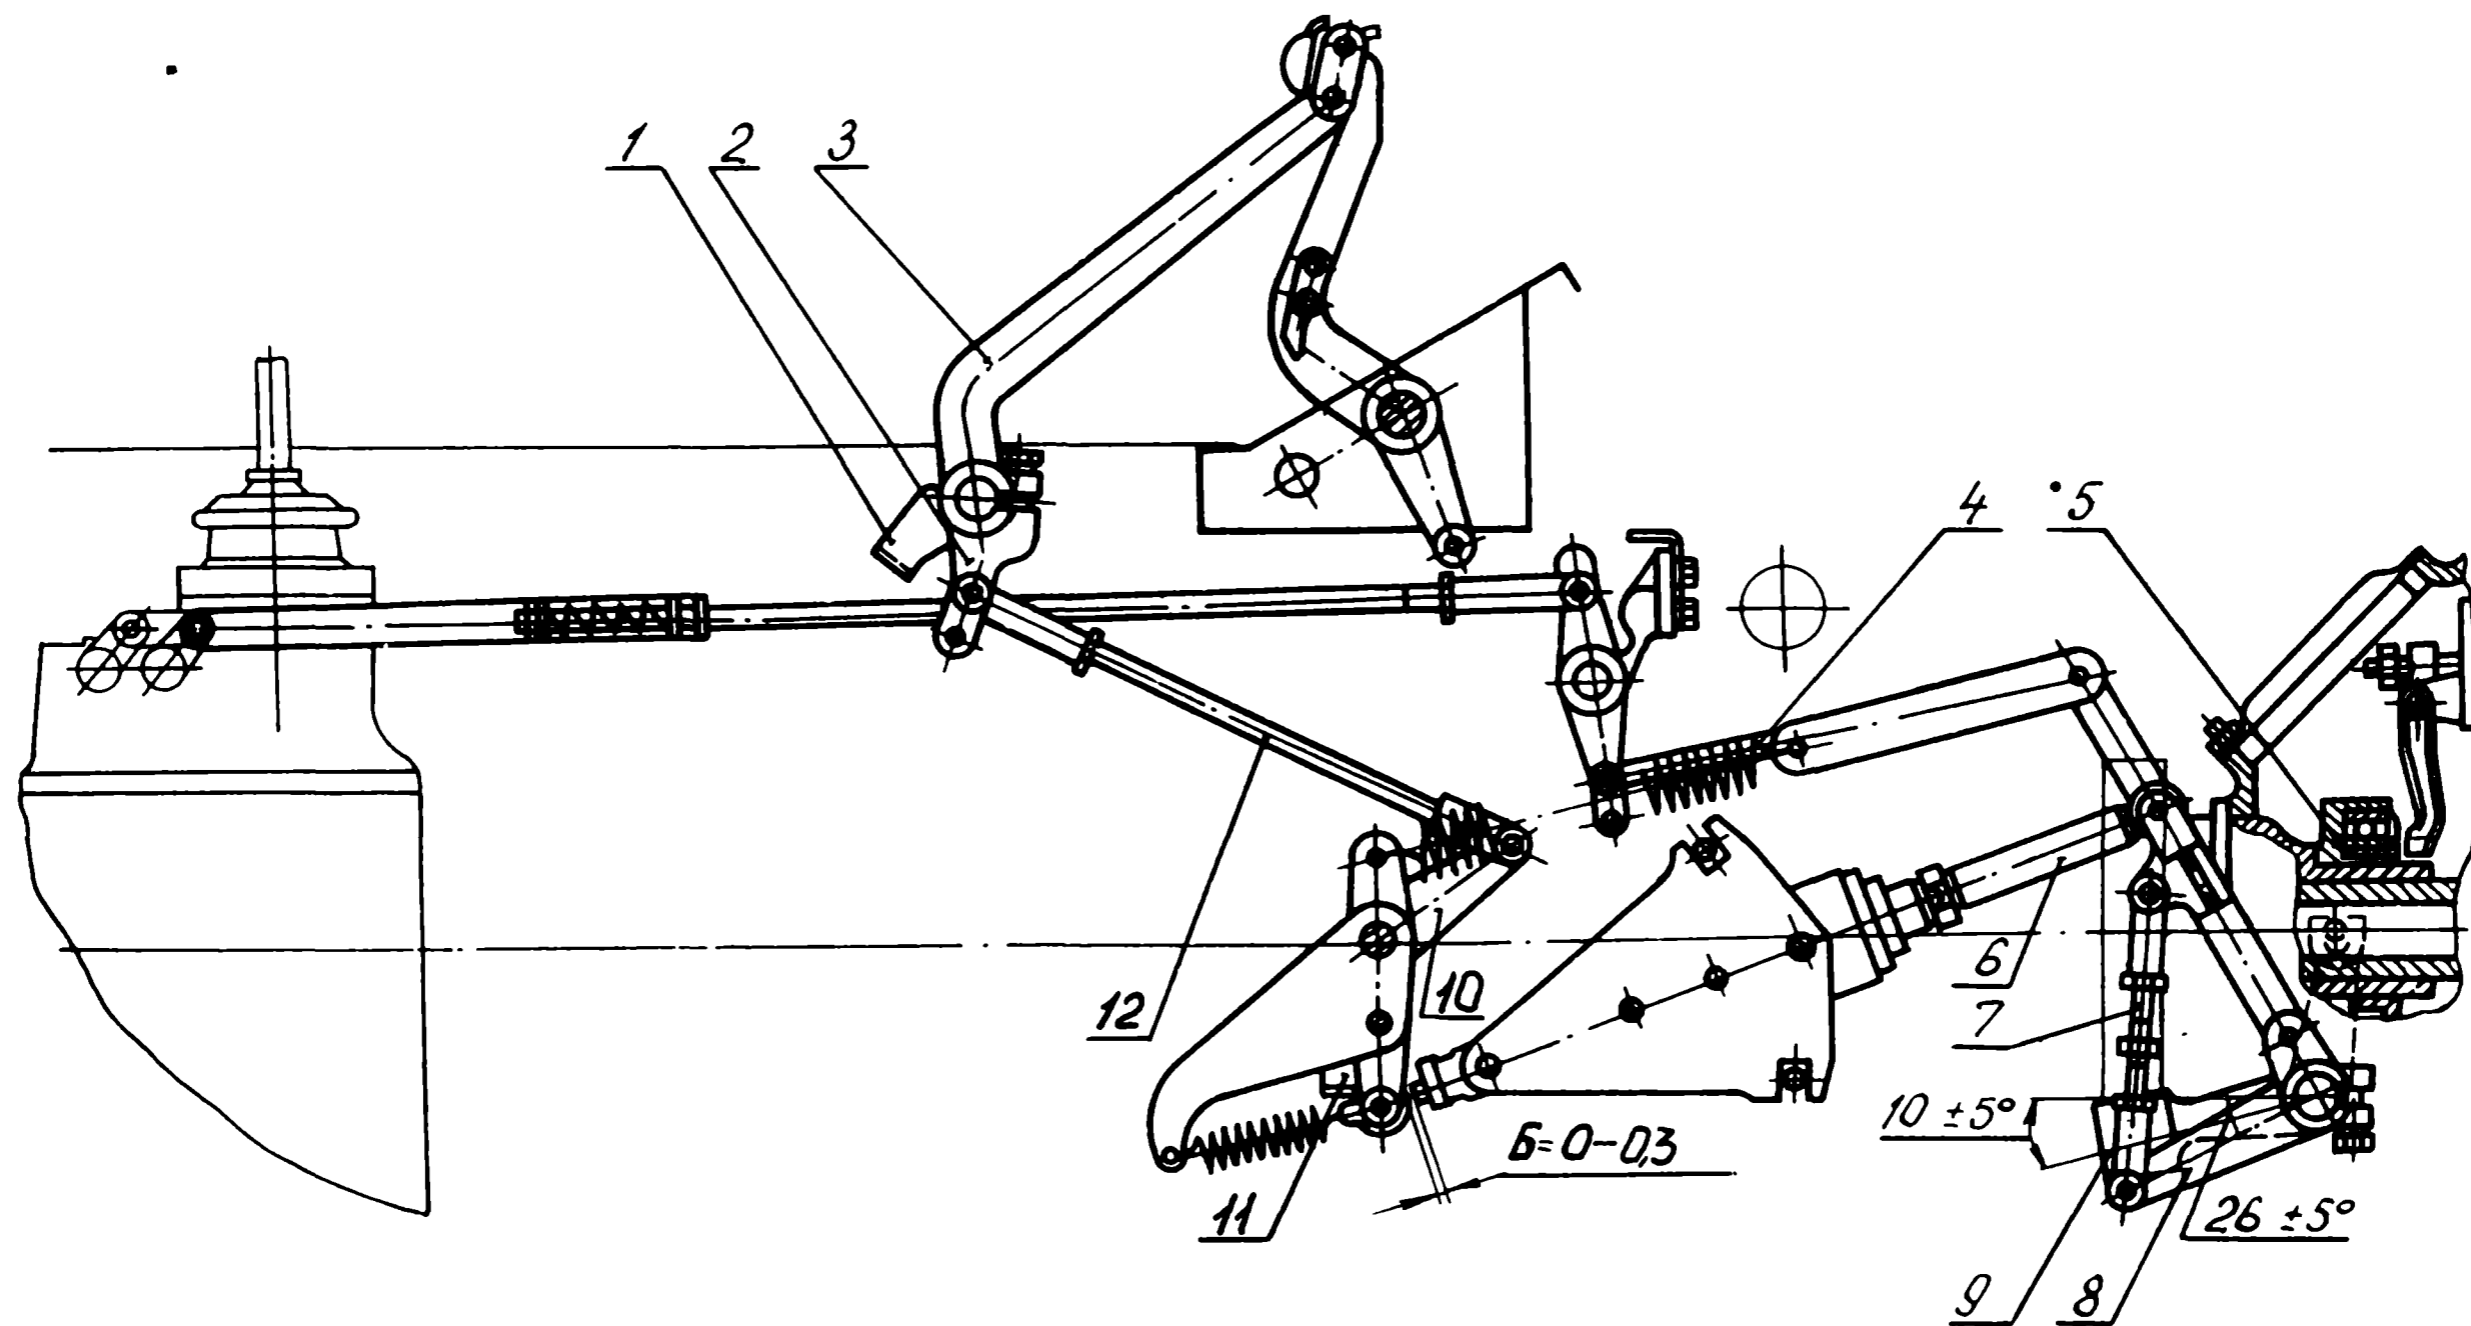

Рис. 93. Сборка и регулировка механизма управления главной муфтой сцепления:
1. Установите рычаг 9 (рис. 93) тормозка кардана вниз от горизонтального положения на $10^\circ \pm 5^\circ$.